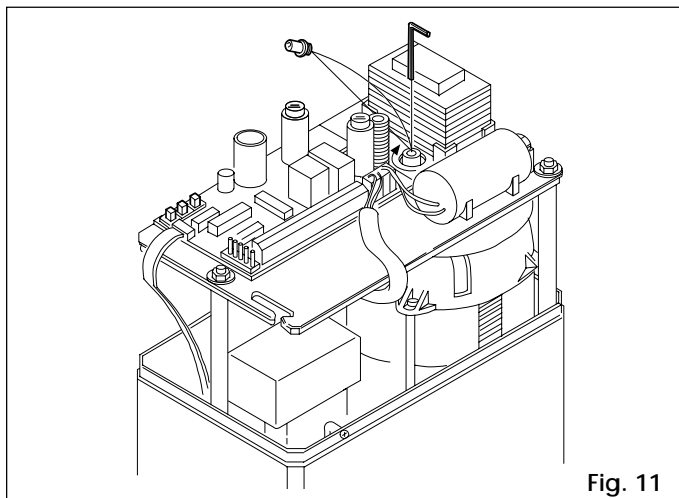

Fig. 11
6) Quitar el tornillo de la salida del aire (fig.11) y guardarlo.